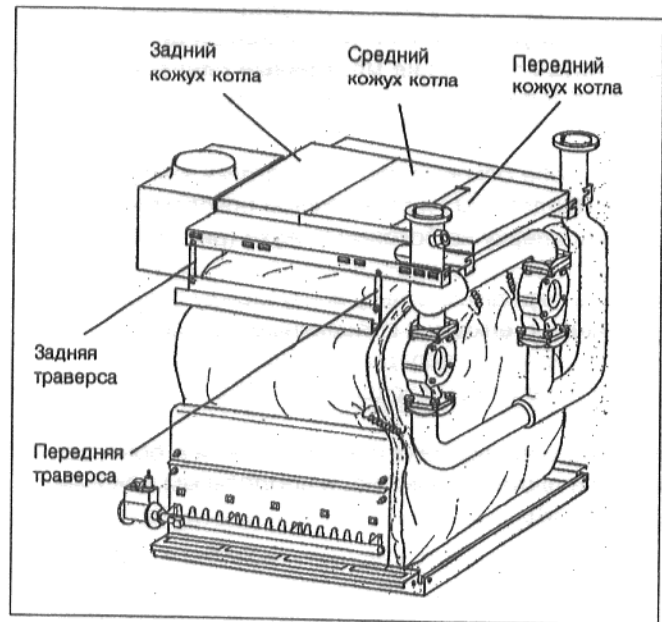

Рис. 32
- Установить передний кожух котла и прикрепить его посредством двух самонарезных винтов с задней стороны передних траверс (рис. 32).
- Установить задний кожух котла и привинтить к задней траверсе (рис. 32). Для котлов, начиная с типоразмера 2 × 12, имеется также средний кожух котла который следует установить между передним и задним кожухом (рис. 32).